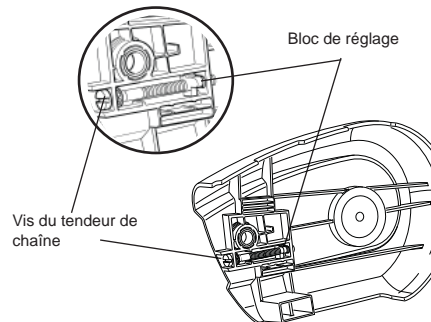

Figure 5 - Emplacement de la vis du tendeur de chaîne et du bloc de réglage
5. Faire tourner le dispositif de retenue du guide-chaîne de 90 degrés, comme illustré dans la Figure 5.
7. Avant de fixer le couvercle du pignon au corps de la tronçonneuse, faites tourner la vis de tensionnement de la chaîne dans le sens antihoraire, jusqu'au bout. Le bloc de réglage sera alors placé à l'extrémité de la vis de tensionnement de la chaîne (voir la Figure 5).